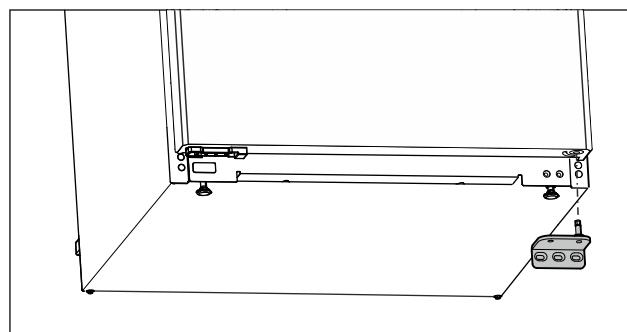

Fig. 16
- Skinite ležajno postolje prema dolje. (pogledajte Fig. 16)